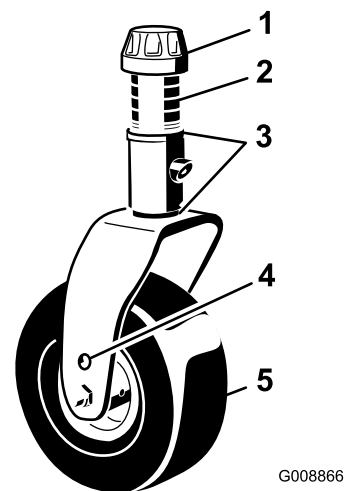
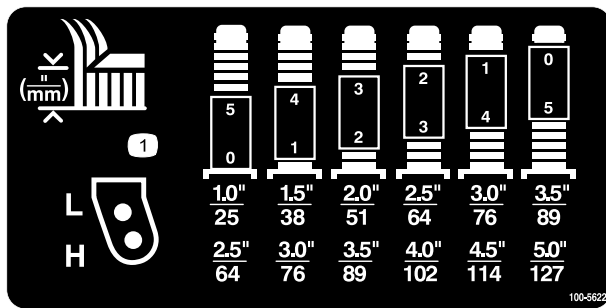

Bild 7
Bild 8
2. Schieben Sie die Distanzstücke auf die Laufradspindel, um die gewünschte Schnitthöhe zu erzielen, siehe Bild 7 und Bild 8 für die Kombination aus Distanzstücken für die Einstellung. Schieben Sie eine Druckscheibe auf die Spindel und drücken Sie das Laufrad durch den Laufradarm. Setzen Sie eine weitere Druckscheibe und die restlichen Distanzstücke auf die Spindel auf, und bringen Sie die Spannkappe an, um die Teile zu befestigen (Bild 2).
2. Stecken Sie die Laufradachsen in beiden Laufradgabeln in die gleichen Löcher. Ermitteln Sie die richtigen Löcher für die Einstellung richtig mit Bild 7 und Bild 8.
3. Entfernen Sie die Spannkappe von der Spindelwelle (Bild 7) und ziehen die Spindel aus dem Laufradarm heraus. Ziehen Sie zwei Beilagscheiben so auf die Spindelwelle, wie sie ursprünglich montiert waren. Diese Beilagscheiben sind erforderlich, um alle Mähwerke über die Breite auf ein Niveau zu bringen. Ziehen Sie die erforderliche Anzahl von 13 mm Distanzstücken (siehe die nachstehende Tabelle) auf die Spindelwelle, um die gewünschte Schnitthöhe herbeizuführen; ziehen Sie dann die Scheibe auf die Welle auf.
Ermitteln Sie die Kombination der Distanzstücke für die Einstellung mit Bild 7 und Bild 8.